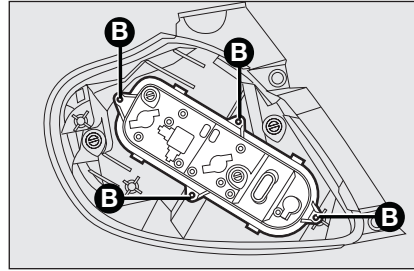

fig. 20
- ☐ enlevez la douille de son logement en la libérant des clips de blocage **B-fig. 20**;